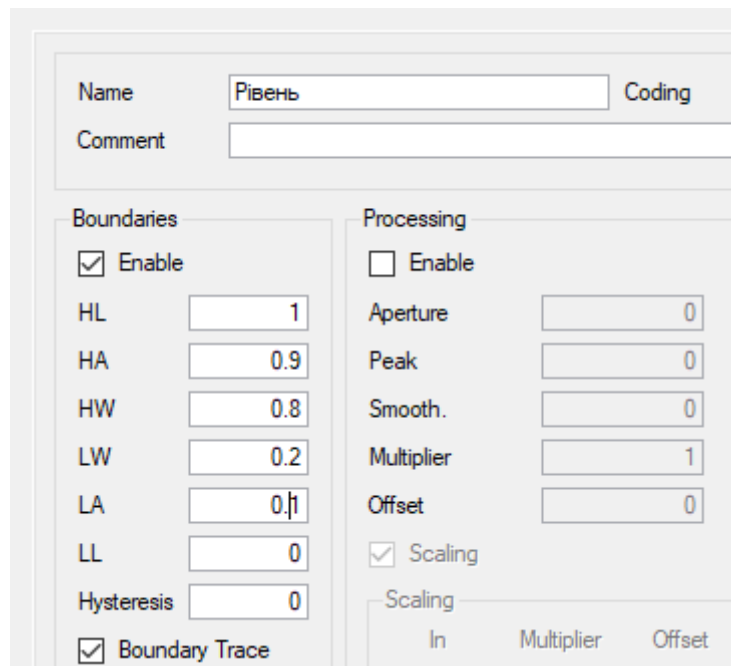

Рисунок 4 – Завдання меж каналу **Рівень**
1.4 Налаштувати контроль меж каналу Рівень. Виділити канал **Рівень** у групі **Channels** вузла **RTM_1** та ПК викликати контекстне меню. Вибрати в меню рядок **Edit** (Редагувати). На панелі **Boundaries** (Межі) поставити прапорці **Enable** (Умівкнути) та **Boundary Trace** (Контроль меж). Встановити межі діапазонів, як показано на рис. 4.